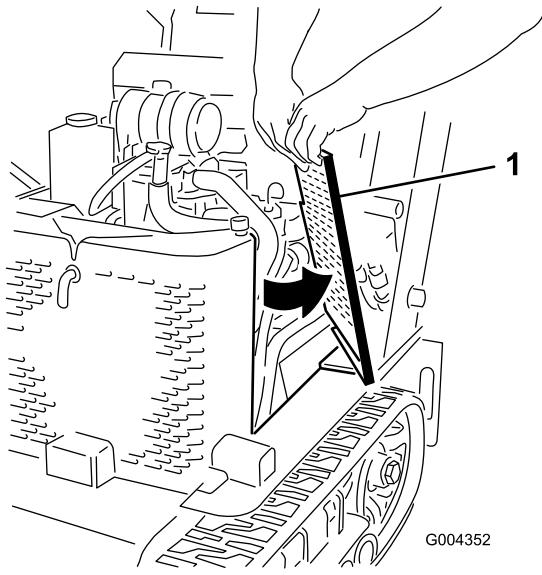

Bild 29
2. Schieben Sie die Seitengitter (Bild 29) nach oben und aus den Schlitten im vorderen Gitter und im Rahmen.